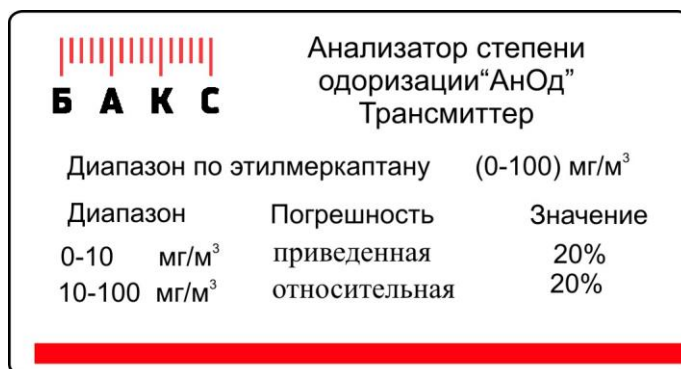

Рис. 6. Табличка с метрологическими характеристиками анализатора
1.8.2 Также на корпусе анализатора устанавливается табличка, содержащая сведения о метрологических характеристиках анализатора, см. Рис. 6.